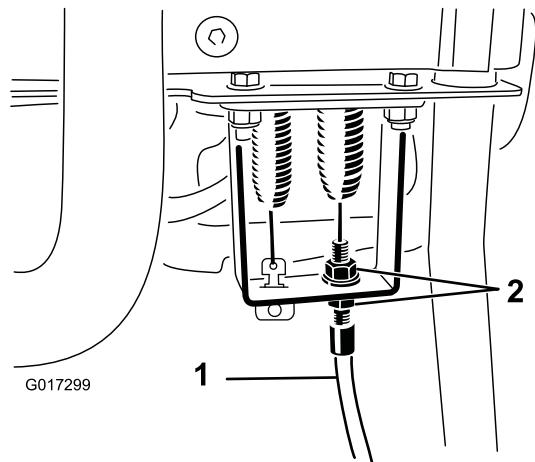

図 52
4. コントロールハンドルのバルクヘッド部で、リールコントロールケーブルをゆるめてケーブルにたるみを持たせる図 52。